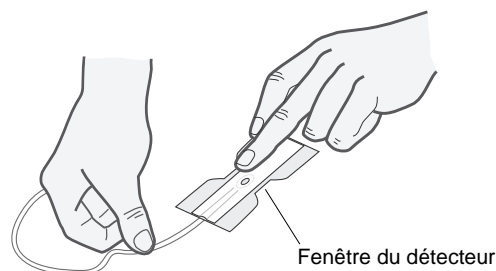

Figure 7
- Placez le capteur de manière à pouvoir fixer le doigt sur le détecteur (voir Figure 7).